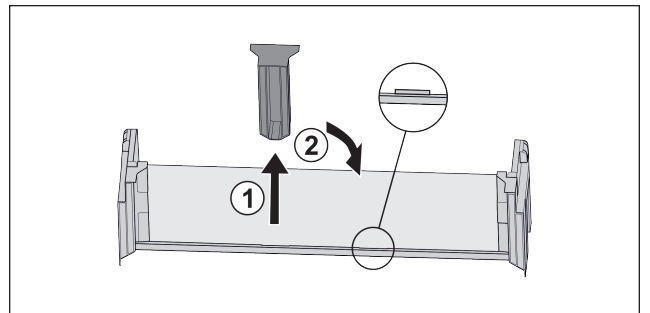

Fig. 20
- Estrarre l'elemento di supporto centrale Fig. 20 (1).
- Inserire l'elemento di supporto centrale sulla seconda posizione Fig. 20 (2).